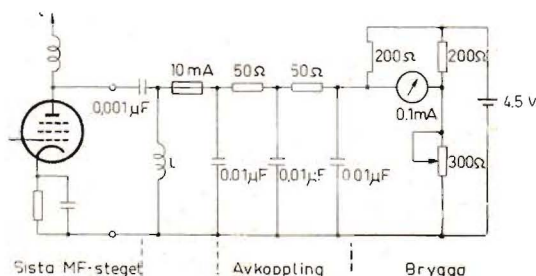

Fig. 8. Enkel bolometerbrygga använd som uteffektmeteter.
En bolometer som uteffektmeteter kan användas både som signalgenerator och brusgenerator, då dess kvadratiske karakteristik gäller i båda fallen (8). Fig. 8 visar en enkel bolometerbrygga, som kan inkopplas efter sista mellanfrekvensförstärkarsteget.